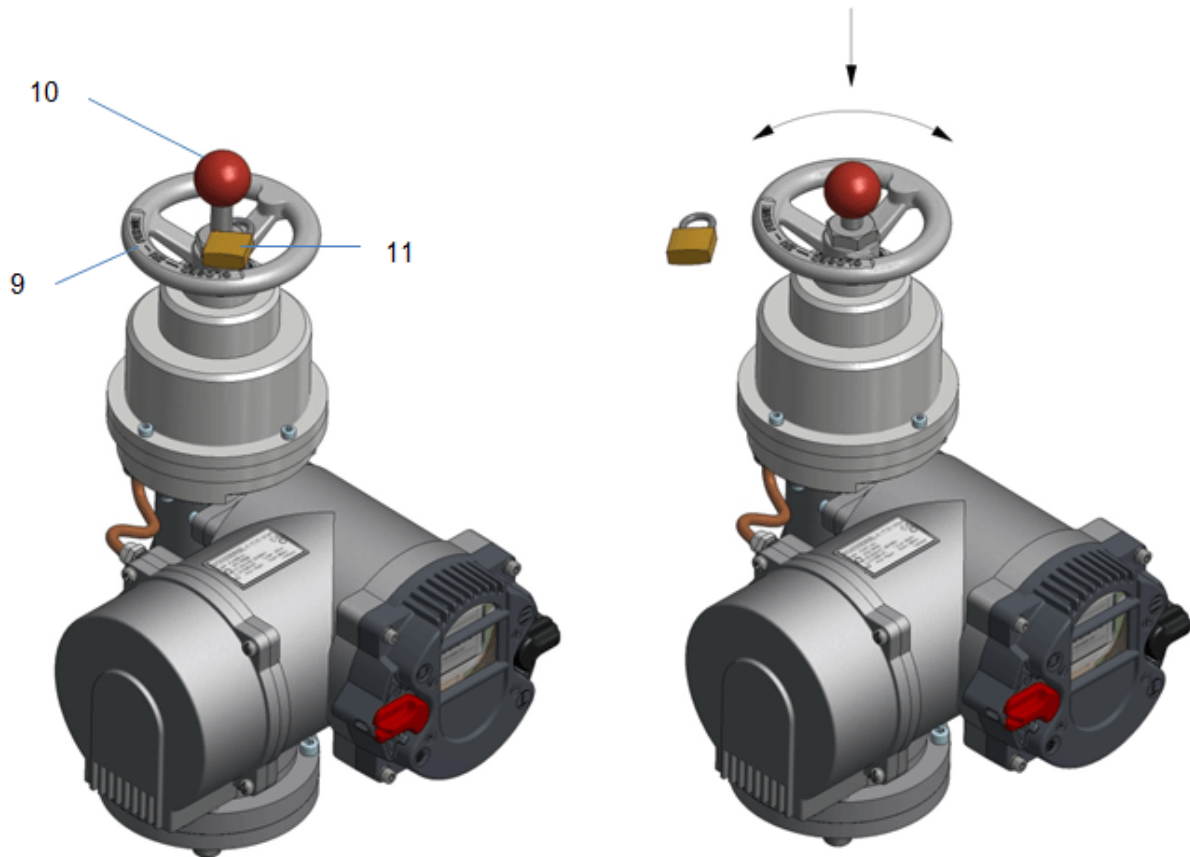

Bild 5: 9... Handrad, 10... Kuppelstange, 11... Vorhangschloss
HINWEIS: Durch Aktivieren des Handantriebs wird die Failsafunction deaktiviert. Im Normalbetrieb hat das Handrad (siehe Bauteil (9) auf der Abbildung 5, Seite 16) keine Wirkung auf den Antrieb.